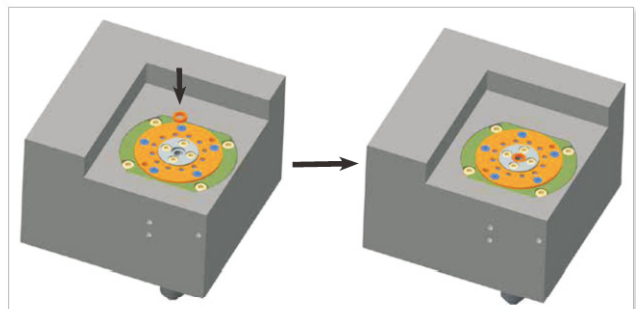

图11-27 将进胶口密封圈连接到加热体上
8. 转动分流板型腔板后，将进胶口密封圈连接到加体上。检查所有连接和驱动装置。见图11-27。